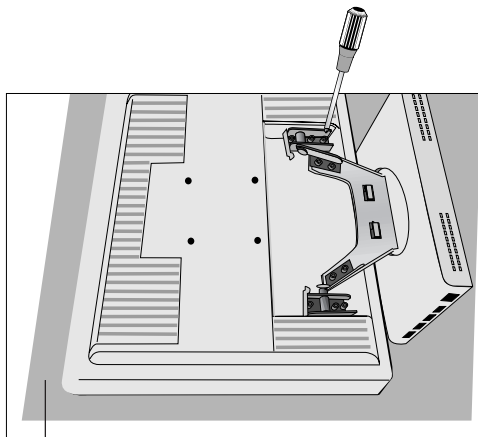

Figura R.2
3. Sistemare il monitor a faccia in giù su una superficie non abrasiva (**Figura R.2**).
4. Togliere le 4 viti che fissano il monitor al supporto e sollevare il gruppo supporto (**Figura R.2**), il monitor ora è pronto per un diverso montaggio.